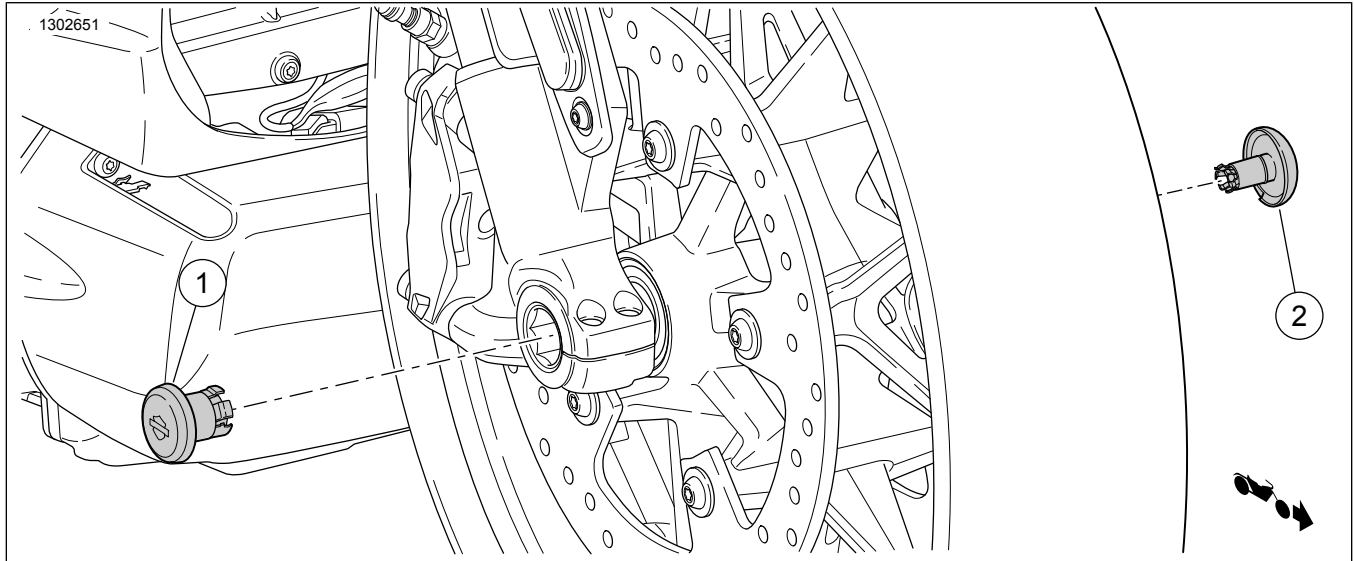

图1。套件内容：车轴盖
1. 参见图1。打开原厂设备 (OE) 车轴盖( 1、2 )
1. 参见图1。安装新的左( 六角 )侧车轴盖( 1 )。
2. 参见图1。安装新的右侧( 圆形 )侧车轴盖( 2 )。